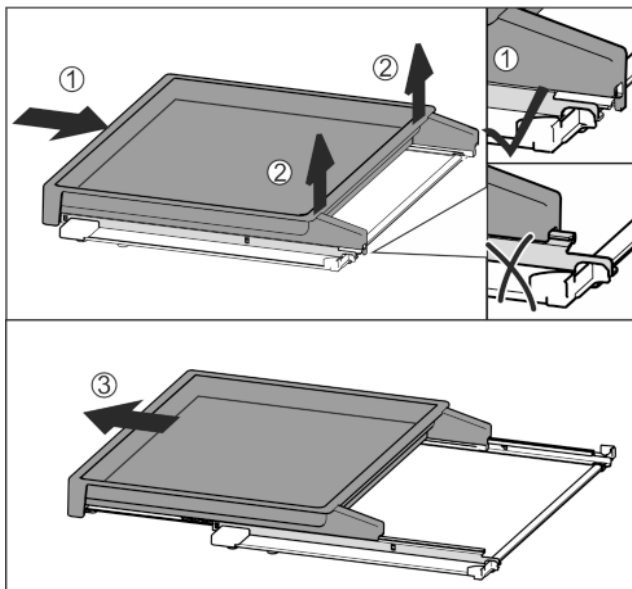

Fig. 37
- ▶ Împingeți complet raftul extractibil în interior Fig. 37 (1).
- ▶ Desfaceți blocarea din partea din spate Fig. 37 (2).
- ▶ Extrageți raftul extractibil către înainte Fig. 37 (3).